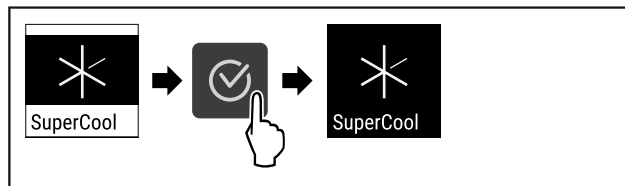

Fig. 73
- ▶ Izvedite zahtevane korake (glejte Fig. 73).